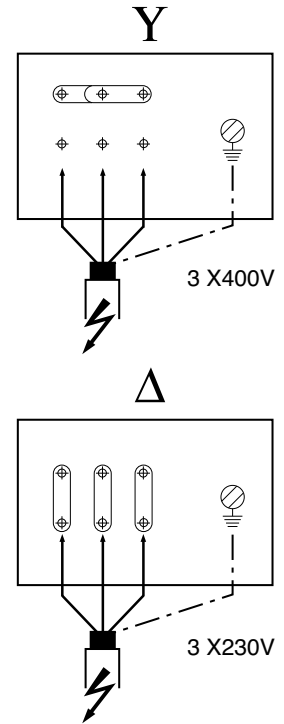

FIG. 2
- Pompe en charge sur bâche de stockage (Voir FIG. 2 - rep. 9) ou sur réseau eau de ville (rep. 10) avec système de protection manque d'eau.